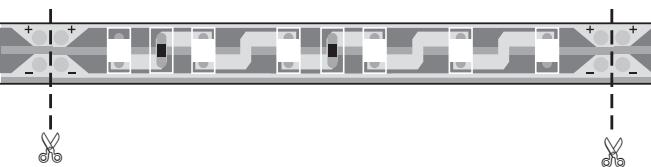

Bild 1
2. LED-Platine, falls erforderlich, kürzen (Bild 1).
Vor dem Kürzen immer den Netzstecker ziehen. LED-Platinen können jeweils nach **sechs** LEDs (50 mm) getrennt werden (Bild 1).